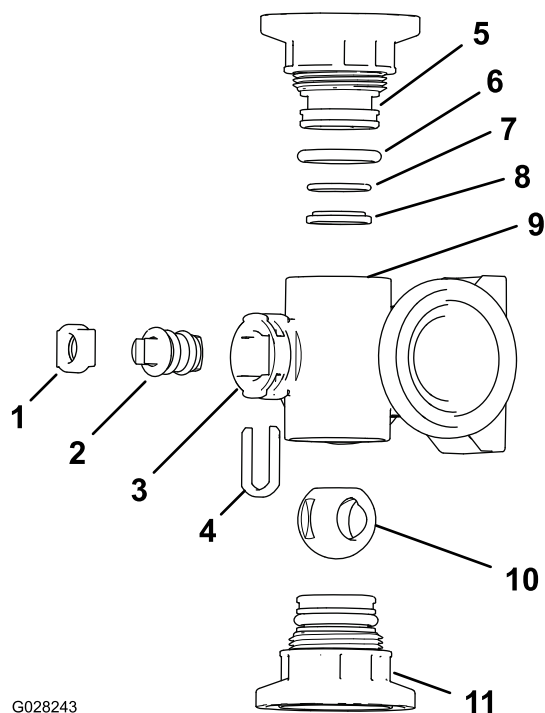
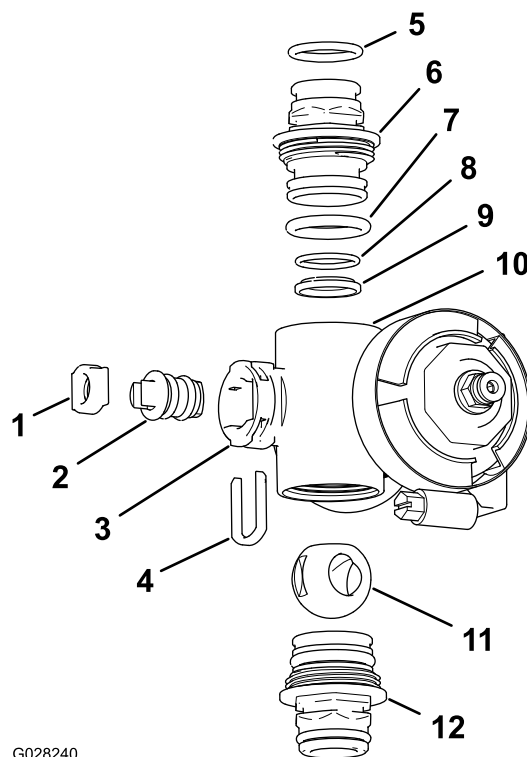

図 129
図 130
フィッティングアセンブリ2個を取り外す 図 129
と 図 130。
ムリテーナを取り外す 図 129 と 図 130。
り外す 図 129 と 図 130。
アセンブリを取り出す 図 129 と 図 130。
1. 出口フィッティングの O リング個別ブームバルブマニホルドのみ、エンドキャップの O リング、バックシートの O リング、ボールシートそれぞれに傷や過度の摩耗がないか点検する 図 129 と 図 130。
2. バルブのステムにシリコングリスを塗り、ステムをバルブステムシートに取り付ける 図 129 と 図 130。
3. バルブステムとシートをマニホルドに取り付けてステムリテーナで固定する 図 129 と 図 130。
4. バックシートの O リングとボールシートが相互に整列しており、エンドキャップのフィッティングに適切に収まっていることを確認する 図 129 と 図 130。
5. エンドキャップフィッティングアセンブリをマニホルドボディに取り付け、エンドキャップフィッティングのフランジがマニホルドのボディに接触したら 図 129 と 図 130、その位置からさらにバルブを 1/8-1/4 回転締め付ける。